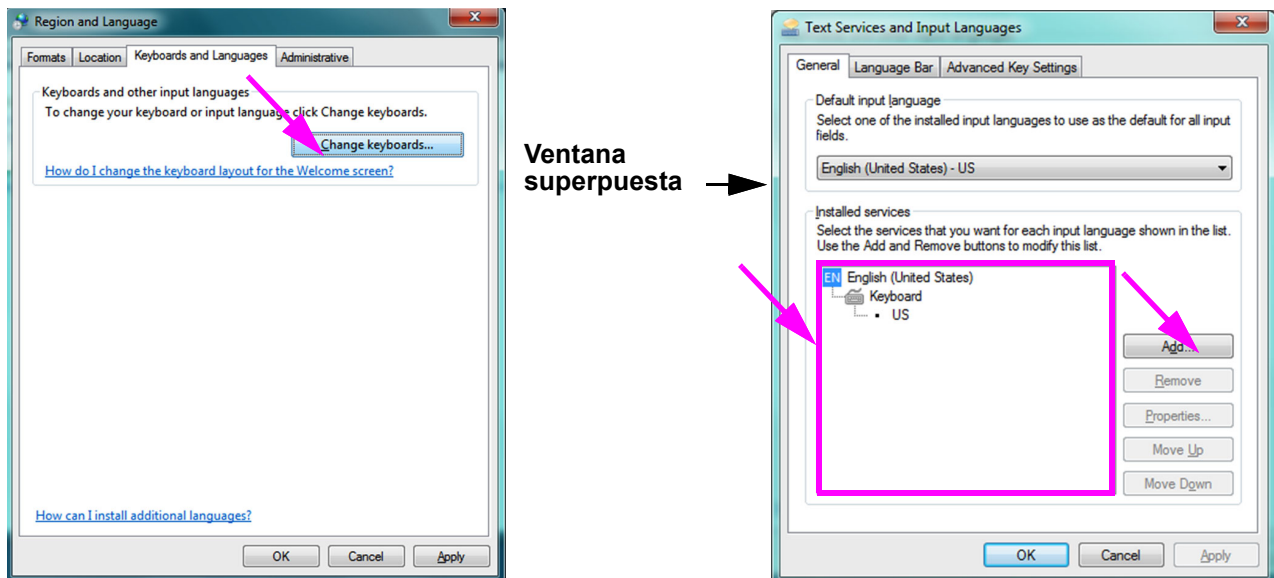

Figura C-8. Pantallas Region and Language (Configuración regional y de idioma) y Text Services and Input Languages (Servicios de texto e idiomas de entrada)
2. Cuando aparezca la ficha Keyboards and Languages (Teclados e idiomas), haga clic en el botón **Change Keyboards... (Cambiar teclados...)** (consulte la Figura C-8). Aparece una ventana superpuesta con los servicios instalados (los teclados de idiomas disponibles).
Si el idioma deseado no existe en el cuadro Installed Services (Servicios instalados), haga clic en el botón **Add (Agregar)** (consulte la Figura C-8).